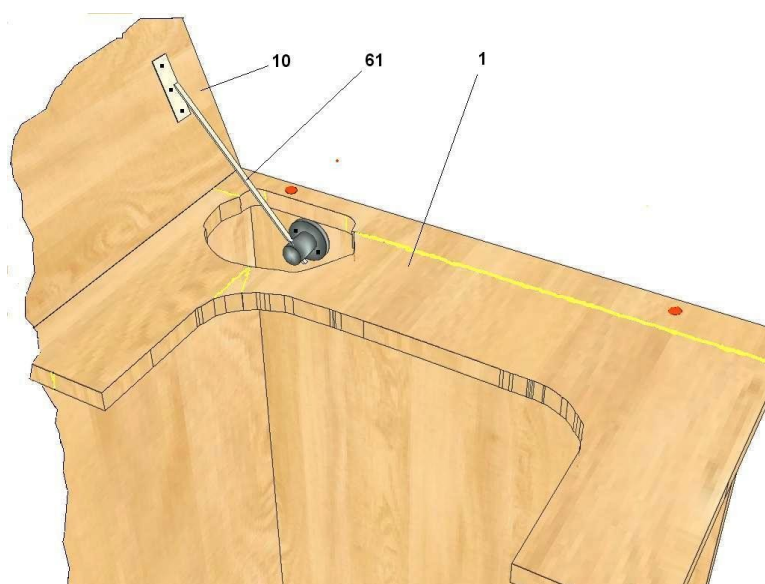

Рис.3
5. Установить по разметке нижнюю часть ограничителя **61** на правую стенку **6** и закрепить саморезами 3,5x16 (2 шт.)(см.рис.3);
12. Выдвинуть тягу ограничителя **61** через овальный паз основной крышки **1**, установить верхнюю часть ограничителя на правую откидную крышку **10** и закрепить саморезами 3,5x15 (3 шт.), (см.рис.3);